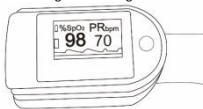

Fig. 5 Vingerpositie
- De vinger moet correct in de sensor worden geplaatst (zie Fig. 5), anders kunnen er meetfouten optreden.
2) Open de pulsoxymeter zoals getoond in Fig. 5.